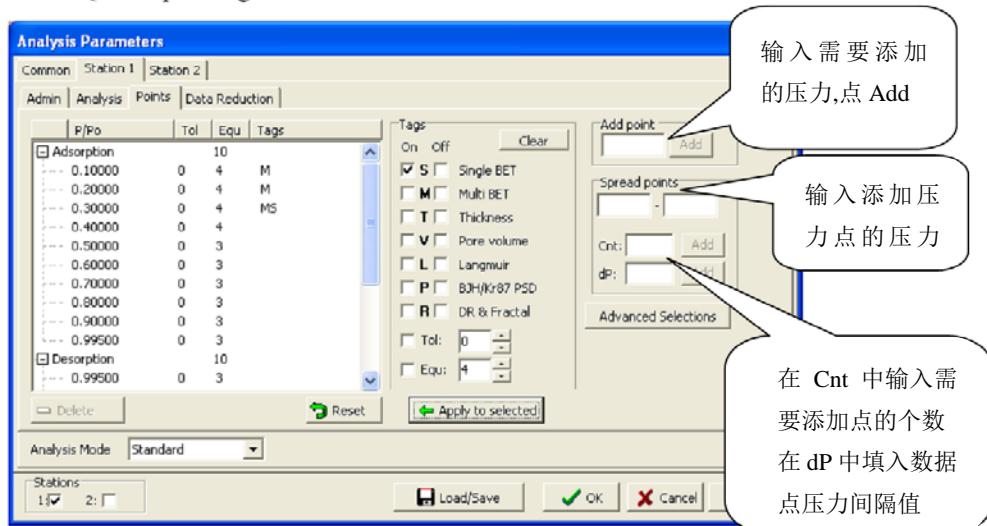

图 14
- 7) 设定测试的压力点(图 14)。按照图 14 文本框里的方法可设置 Station1 与 Station2 的测试条件, 以同时进行两个样品测试。